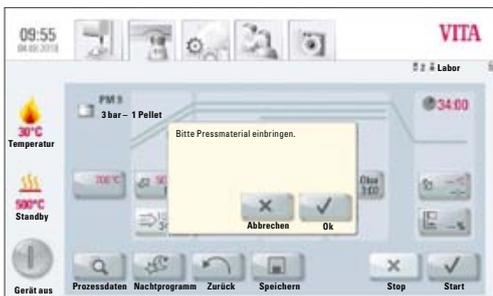

Bild 3 Pressmaterial einbringen
- Display zeigt Bild 3 "Bitte Pressmaterial eingeben"